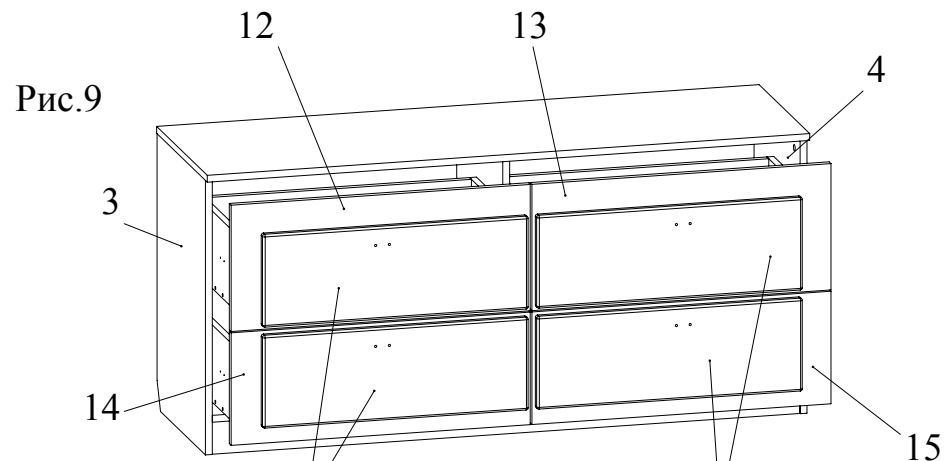

Рис.9
- Установить ящики на направляющие (Рис. 9).